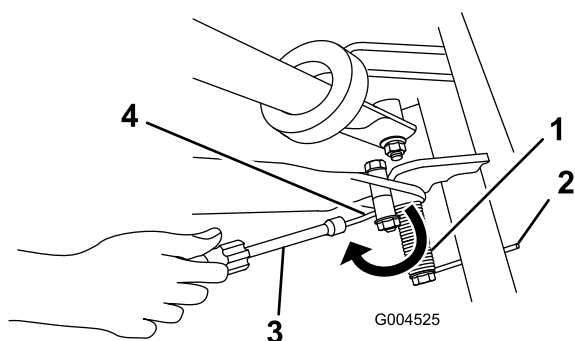

Bild 7
6. Setzen Sie eine Mutternbuchse auf das Ende der Feder, das zum Heck zeigt, und schieben Sie das Ende der Feder über und unter das Distanzstück des Ständers (Bild 7).